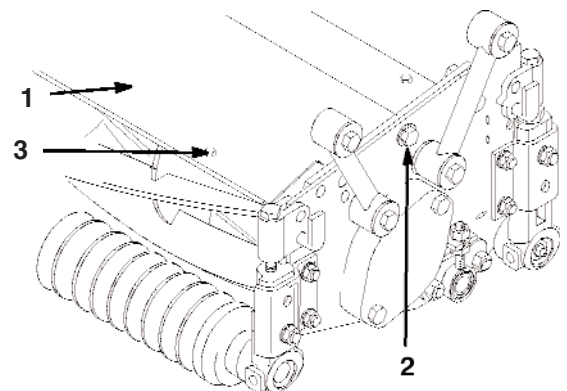

Figure 2
2. Desserrez la vis pivot de fixation du déflecteur sur la plaque latérale. Placez le déflecteur à l'angle voulu et resserrez la vis (Fig. 2).